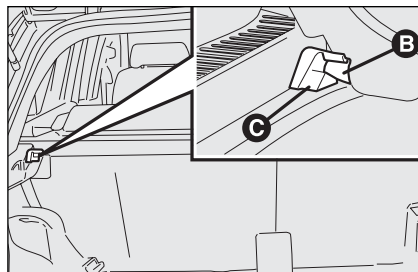

fig. 102
- ☐ dégager les pions **B**-fig. 102 de la tablette des propres emplacements **C** et l'enlever.